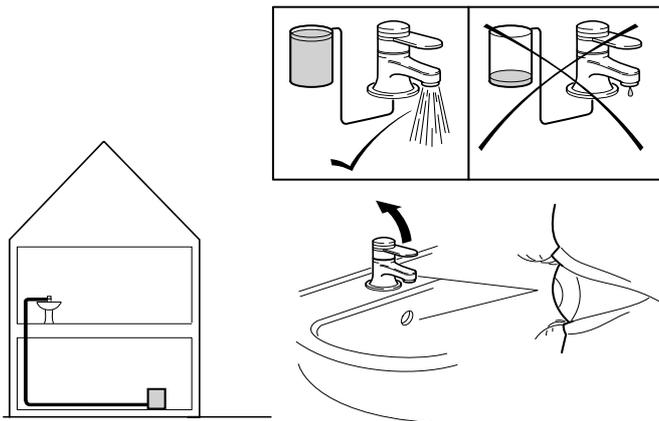

Abb. 2
Sie erkennen dies, wenn Sie eine Warmwasserzapfstelle öffnen und Wasser austritt (Abb. 2). Tritt kein Wasser aus, füllen Sie das Gerät indem Sie die Kaltwasserzuleitung öffnen.
- Kaltwasserleitung mit den erforderlichen Sicherheitseinrichtungen nach DIN 1988 installieren (siehe Abb. 2 Heizungs- und Brauchwasserschema).